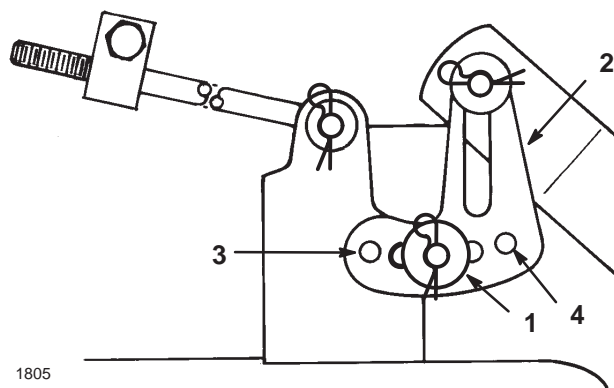

Bild 12
4. Entfernen Sie den Splint und die Scheibe von der Nivellierhalterung (Bild 12). Bringen Sie zum Nivellieren der Schnittmesser die Nivellierhalterung in einem anderen Loch an und montieren die Scheibe und den Splint wieder. (Bild 12). Durch ein vorderes Loch wird die Schnittmesserrhöhe gesenkt und durch ein hinteres Loch angehoben. Stellen Sie beide Seiten bei Bedarf ein.